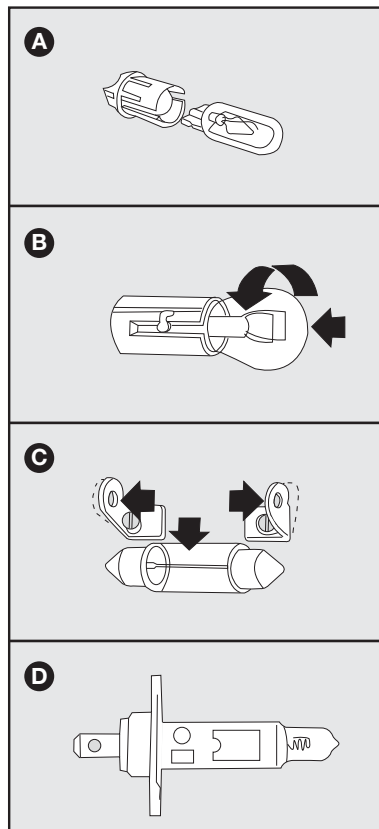

fig. 12
**Diversos tipos de lámparas están instaladas en el vehículo - fig. 12**
**Referencia - fig. 12**